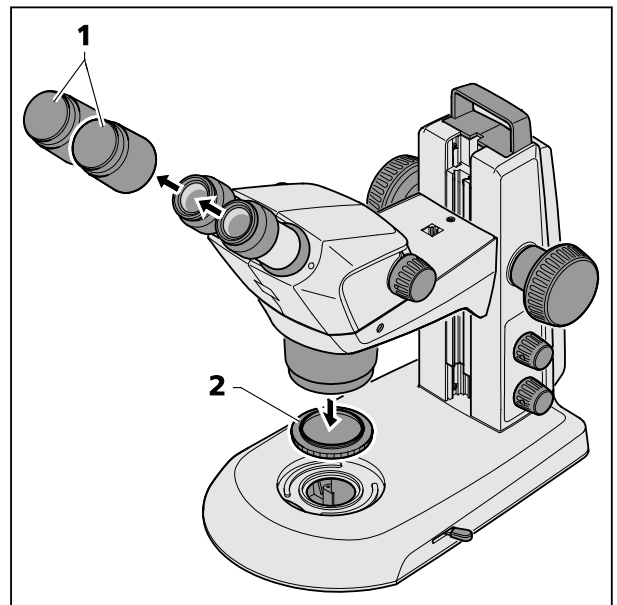

图9 取下盖帽
- 拿下两个目镜的防尘盖（图9/1），并拧下镜头（图9/2）的保护盖。